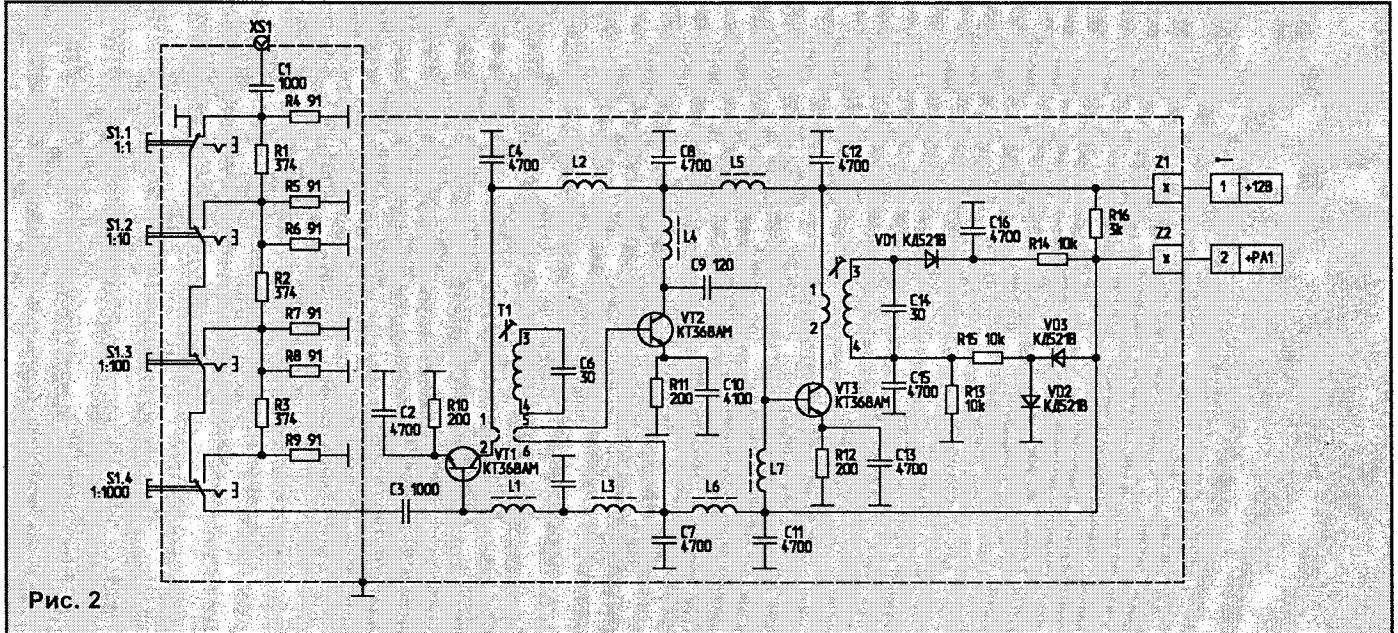
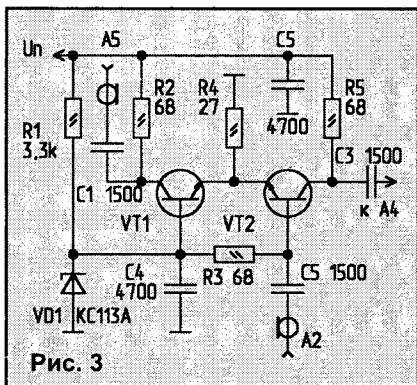

Рис. 2
Рис. 3
Измерительный усилитель (рис.2) подключается ко входу через развязывающий усилитель (рис.3) УПЧИ. Полоса пропускания измерительного усилителя, не превышающая 1 МГц, определяет общую полосу пропускания измерительного тракта.
2. На рис.3 (N11/96, С.2) цепь "вывод 1 DA2 — коллектор транзистора VT3" необходимо разорвать, оставив цепь "вывод 1 DA2 — контакт 3 разъема X2 — контакт 12 разъема XP1".
5. Микросхема DA2 на рис.3 в N11/96, должна быть КР142ЕН5А.
6. На контакте 5 разъема X2 (рис.3) должно быть 31 В.